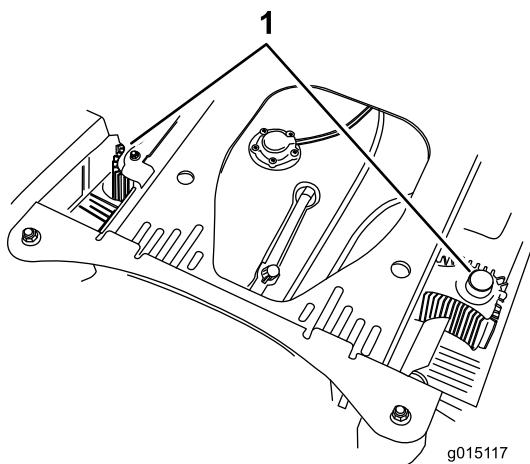

Figure 71
4. Débarrassez les protections de l'unité hydraulique de l'herbe et des débris accumulés (**Figure 71**).